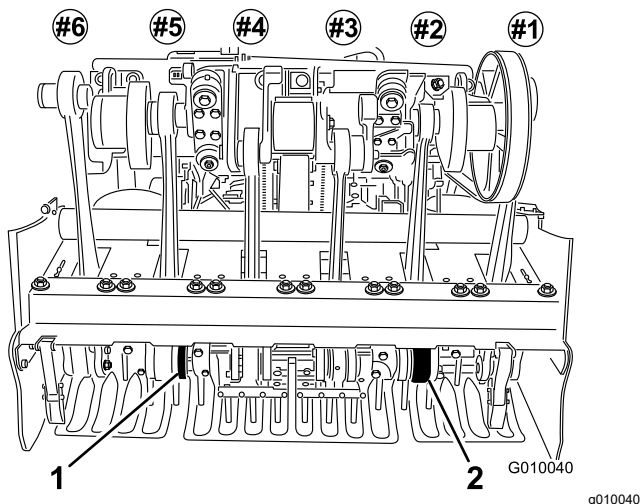

Figure 25
6. Placez les louchets dans les porte-louchets n° 2 et 5 (Figure 25), puis serrez les boulons.